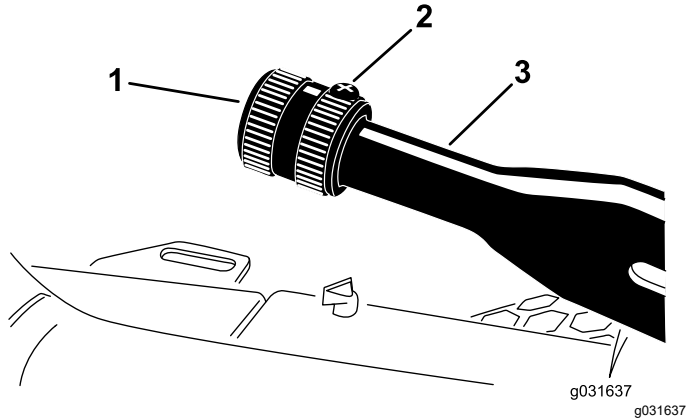

図 61
1. 調整ノブをブレーキレバーに固定している固定ねじをゆるめる 図 61。